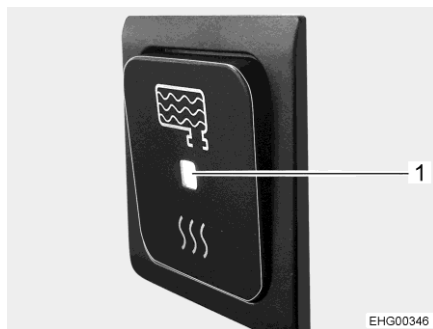

Bild 100 Ein-/Aus-Schalter, eingeschaltet
Wenn der Ein-/Aus-Schalter der Steuerung eingeschaltet ist (Bild 100), schaltet sich die Abwassertank-Heizung automatisch ein, sobald die Außentemperatur unter 0 °C fällt. Der Abwassertank ist somit vor Frost geschützt.
- Ein-/Aus-Schalter unten drücken. Die LED-Anzeige (Bild 100,1) leuchtet.
- Ein-/Aus-Schalter oben drücken. Die LED-Anzeige (Bild 100,1) erlischt.